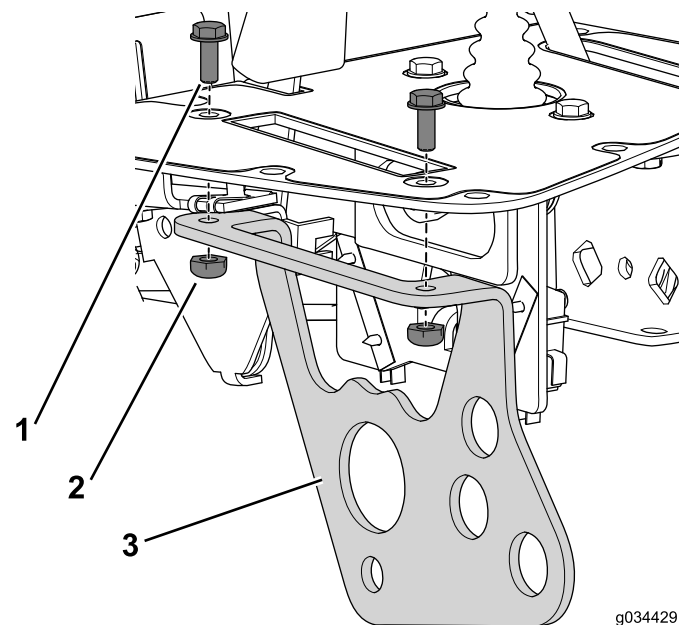

Figura 21
1. Utilizzate il bullone (n. 10 x 1/2 poll.) e il dado di bloccaggio per fissare la staffa della leva di funzionamento alla console (Figura 21).